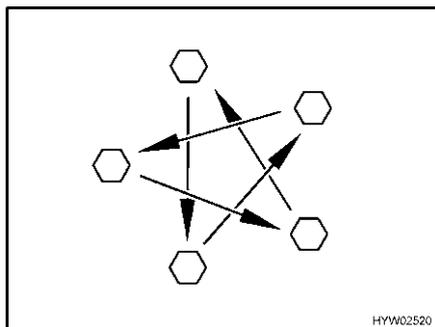

Fig. 280 Serrare a croce i dadi o i bulloni delle ruote
- Controllare regolarmente il serraggio dei dadi o dei bulloni. Regolare il serraggio dei dadi delle ruote o dei bulloni delle ruote di una ruota sostituita dopo circa 50 km (Fig. 280).
- Se si utilizzano cerchioni nuovi o riverniciati, regolare il serraggio dei bulloni o dei dadi dopo altri 1000 - 5000 km (Fig. 280).
- ▷ Serrare a croce i dadi o i bulloni delle ruote (Fig. 280).